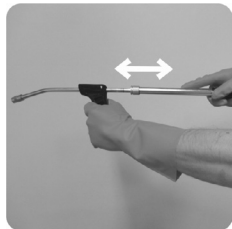

Fig. 22
15. Para pulverizar, mover la lanza y la barra en sentido va y viene, conforme fig. 22.